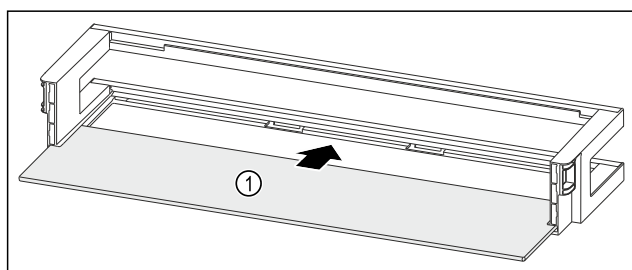

Fig. 224 Dveřní přihrádka s odkládací plochou
- Odkládací plochu Fig. 224 (1) zasuněte do bočních vybrání.